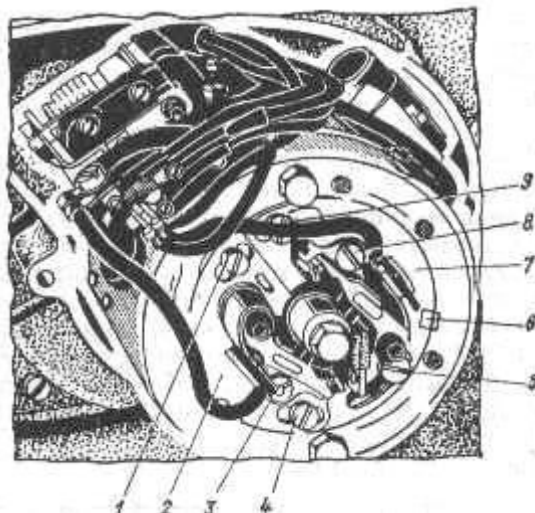

Рис. 21. Прерыватель мотоцикла "Ява-350":
- а) ослабить два винта 5 и 9 (рис. 21), крепящие основной диск 7 к корпусу генератора, и, поворачивая по ходу часовой стрелки или наоборот, установить диск так, чтобы начало размыкания контактов прерывателя совпадало с установленным положением поршня (3,5-4,0 мм до в.м.т.); : момент начала разрыва контролировать по вспыхиванию лампочки;